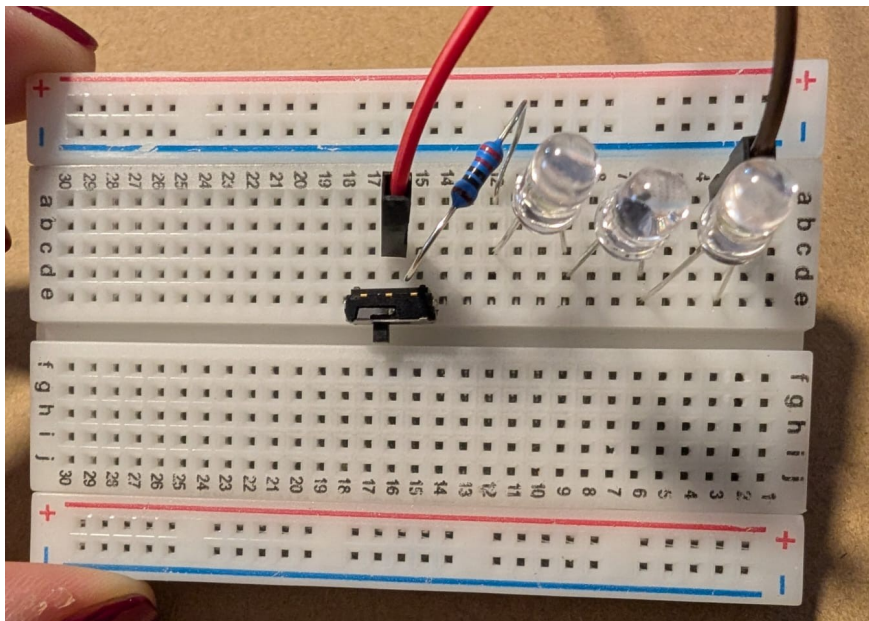

Abbildung 7: Schaltung Level III
- Stecken Sie den Schalter wie im Abbildung 7: Schaltung Level III gezeigt auf das Steckbrett.